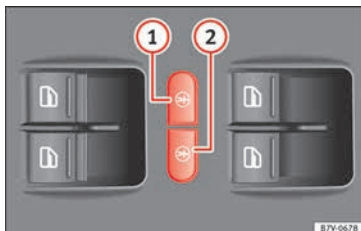

Fig. 137 En la puerta del conductor: teclas del seguro eléctrico para niños.
El seguro eléctrico para niños evita la apertura y el cierre de puertas corredizas y de los elevalunas eléctricos de las mismas desde el interior, para que los niños no abran una puerta por error durante la conducción. Con la tecla izquierda » **fig. 137 ①** o derecha **②** se activa el seguro para niños en el lado trasero izquierdo o derecho, respectivamente.
Activar:	Pulse la tecla » fig. 137 ① o ② .